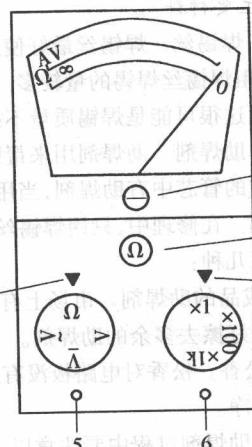

图 1-3 常见万用表的面板示意图
一般万用表只能用来测量电阻、直流电压和直流电流、交流电压。不同万用表的测量功能也是有所不同的。在测量电阻时要使用欧姆挡,在测量直流电压时要使用直流电压挡,在测量直流电流时要使用直流电流挡,在测量交流电压时要用交流电压挡。这些测量功能的转换由专门的转换开关来控制,图 1-3 所示为常见万用表的面板
(1) 使用欧姆挡的注意事项 在使用欧姆挡时主要注意以下几个方面的问题:
① 指针的校零是使用欧姆挡时要注意的一个问题,具体方法是:将红、黑表笔接通,此时指针向右侧偏转,调整有“ Ω ”字母的旋钮,使指针指向零处。应该是在更换不同欧姆挡量程时均要校零一次,要注意用 $R \times 1$ 挡时因校零流过电表的电流比较大,对表内电池的消耗较大,故校零动作要迅速。
② 当 $R \times 1$ 挡不能校到零处时,说明万用表内的一个1.5V电池已经没有电了,则要更换这一电池。
③ 万用表的 $R \times 10k$ 挡和其他各量程不共用一个表内电池,用 $R \times 10k$ 挡时表内电池的电压比较高,一般是6V或9V。
④ 万用表黑表笔要接表内电池的正极,红表笔接表内电池的负极,这一点在后面的PN结测量中要注意。
⑤ 如图1-3所示为欧姆挡的标度盘,指针向右侧偏转时阻值是在减小,指针向左侧偏转时阻值在增大,指针在最右侧时阻值为零,指针在最左侧时阻值为无穷大(表示开路)。
⑥ 使用不同量程时,读数的方法是不同的,当用 $R \times 1$ 挡时,指针指示阻值多大即为多少欧姆;当用 $R \times 100$ 挡时,指针指示的值再乘上100,单位为 Ω ;当用 $R \times 1k$ 挡时,指针所指示的值的单位直接就是 $k\Omega$;当用 $R \times 10k$ 时,指针所指示的值再乘上10,单位是 $k\Omega$ 。
⑦ 测量电阻时,红、黑表笔不分。
(2) 使用直流电压和直流电流、交流电压挡的注意事项 在使用直流电压和直流电流、交流电压挡时要注意以下几个方面的问题:
① 要将万用表的测量功能转换开关置于直流电压挡或直流电流挡、交流电压挡上,此时再根据所要测量的电压或电流的大小选择合适量程。
② 测量直流电压、直流电流、交流电压时,要先看一下指针是否在零处,此时指针应在左侧的零处,当指针不在零处时可以调整指针回零螺钉,这一校零与欧姆挡的调零是不同的。
③ 直流电压、直流电流和交流电压挡的标度盘与欧姆挡不同,它的零处在最左侧,表针向右偏转时说明电压或电流在增大。
④ 测量直流电压、直流电流和交流电压时的表针读数方法与欧姆挡的相同,在选择不同量程时要乘上相应的量程值。
⑤ 测量直流电压和直流电流时,红、黑表笔要分清,红表笔接电路中两个测试点的高电位点,黑表笔接低电位点,如若红、黑表笔接反,指针将反方向偏转,这不仅不能读取数值,而且易损坏万用表,所以在测量中要注意这一点。对于测量交流电压而言,红、黑表笔不分。
⑥ 测量电压时,直接将红、黑表笔接在所要测量的两个测试点之间,电压测量是并联测量。当测量流过电路中某一点的电流时,要将该点断开,将红、黑表笔串联在其中(断开后的两点,高电位点接红表笔,低电位点接黑表笔)。测量电压或电流时,要给电路通电。
(3) 万用表使用注意事项 除上述需要注意的外,万用表在使用过程中还要注意以下几点: